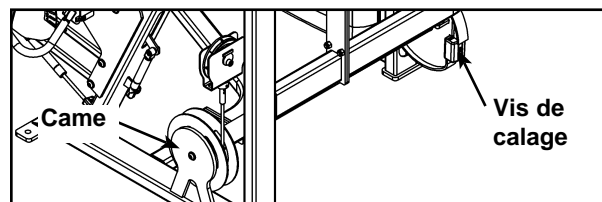

Figure 1
- Faites pivoter la came et détachez la courroie de pile de poids de la came (en desserrant les deux vis de calage situées sur la pince de courroie à l'aide d'une clé Allen de 7/32 po). Reportez-vous à la figure 1.
- P. Attachez la courroie (retirée à l'étape 4D) de pile de poids à la pince de courroie de la came. Reportez-vous à la figure 1.